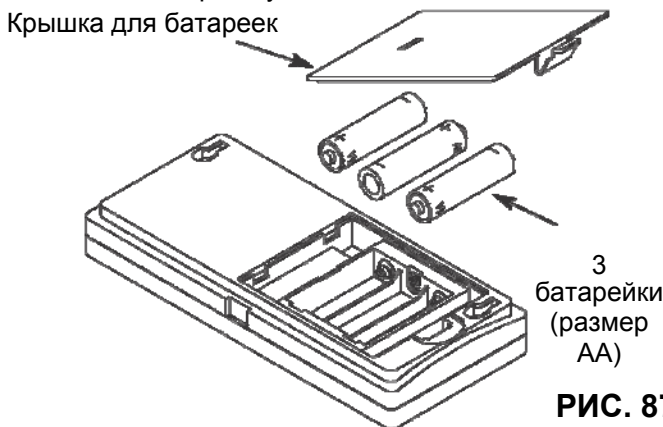

РИС. 87
2. Установить три (3) батарейки размера AA, убедившись, что по расположению они совпадают с маркировкой внутри отделения для батареек (См. Рисунок 87).